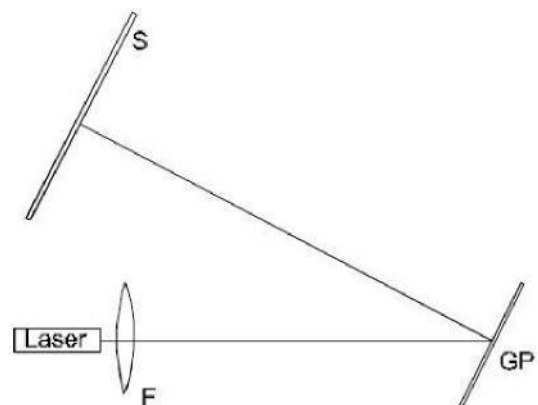

Fig.1 Montagem do prato de experiência (F = Lente, GP = Placa de vidro, S = Tela de vidro fosco)
- Colocar o laser sem a lente num canto da placa de metal, para que o feixe de raio corra paralelamente ao lado comprido do quadro. (ver Fig. 1).